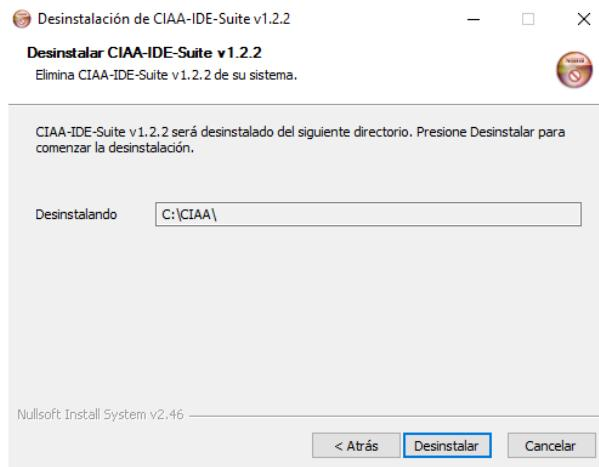

Figura 22: Desinstalación del programa.
- **Paso 3:** Seleccionar el directorio de instalación, en caso de haber instalado el programa en el directorio por defecto se tiene una ventana similar a la Figura 22. Luego hacer click sobre *Desinstalar*.